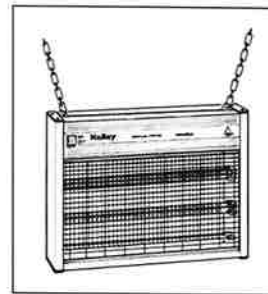

Fig. 1
1. Verwijder de schroeven en de zwarte dekseltjes (zie AFB. 1), en trek vervolgens de afdekkingen van de zijkanten naar buiten.